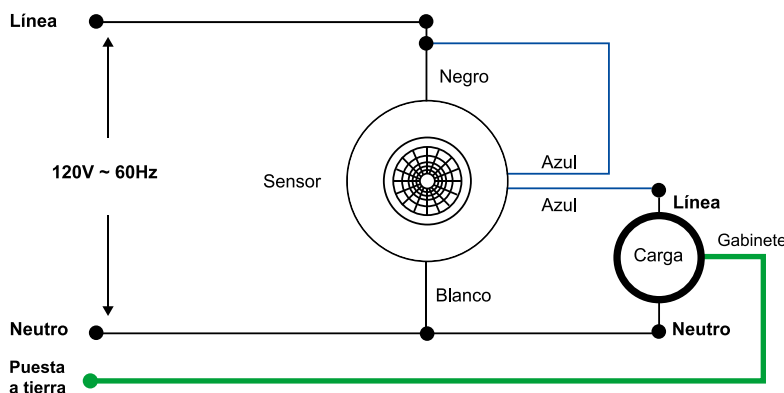

Imagen 1. Diagrama de conexión de un sensor para techo.
**Paso 2.** La mayoría de los sensores para techo (aunque puede haber excepciones) cuentan con 4 cables: dos para la alimentación, uno para operar la carga y otro para alimentarla; por lo descrito anteriormente, para un sensor con estas características, el diagrama de conexión es similar al que se muestra en la imagen 1.